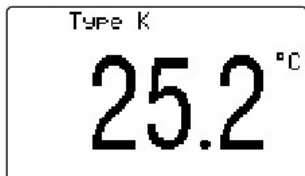
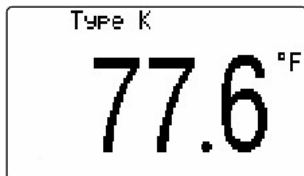

Imagen 1 (5-9)
Imagen 2 (5-9)
2. Conectar la señal con tensión, pulsar la tecla REC (3-6, Imagen 1). Si no hay ningún evento a mostrar, se mostrará la **Imagen 1**. Si la tensión de transitorios es superior o igual a 242 V, se mostrará la **Imagen 2** ("SWELL") y en la parte superior derecha los elementos registrados. Cuando la tensión de transitorios se sitúe (inclusive) entre los 40 V y los 198 V, se mostrará la **Imagen 3** ("DIP"). Cuando la tensión de transitorios sea superior o igual a 40 V, se mostrará la **Imagen 4** ("DIP-OUTAGE").
3. Pulsar la tecla REC (3-6, Imagen 1). Al soltarla, se podrá navegar por los elementos registrados pulsando la tecla ▲ o ▼ (3-8 o 3-11, Imagen 1) según se muestra en **Imagen 2** a **Imagen 4**.
2. Conectar la sonda Tipo K. El instrumento mostrará la **Imagen 1**.
3. Para cambiar entre °C y °F, referirse a lo descrito en 4-5-15. En la **Imagen 2** se muestra una medida en °F.